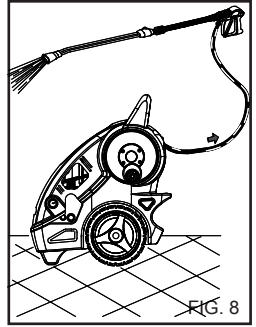

FIG. 8
pletamente cerrado. (fig. 8).
4) Después de usar con detergente, aclare el circuito con agua A.P.: haga funcionar la bomba durante 1 minuto con el grifo de dosificación completamente cerrado. (fig. 8).